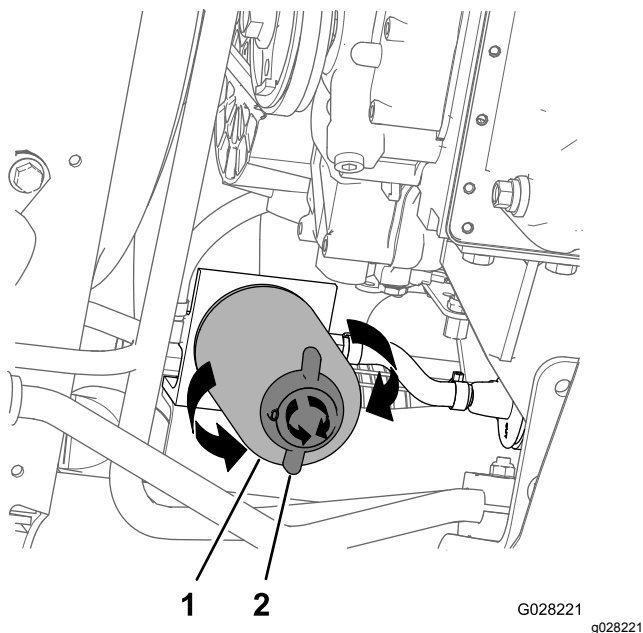

Bild 77
4. Stellen Sie eine Auffangwanne unter den Kraftstofffilter, siehe Bild 77 in Auswechseln des Wasserabscheider-Filters \(Seite 64\).
4. Reinigen Sie den Bereich um den Wasserabscheider-Filter und die Befestigung des Filteradapters (Bild 77).
5. Entfernen Sie den Wasserabscheider-Filter (Bild 77).
9. Stellen Sie sicher, dass das Ablassventil unten am Wasserabscheider-Filter ganz nach rechts gedreht ist (Bild 77).
2. Stellen Sie eine Auffangwanne unter den Wasserabscheider-Filter (Bild 77).
3. Drehen Sie das Ablassventil unten am Wasserabscheider-Filter nach links (Bild 77).